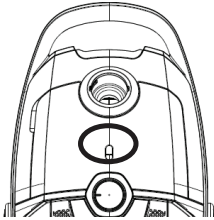

Рис. 8
Замініть мішок для пилу, коли індикатор його заповнення (6) загориться червоним або всмоктування стане слабшим (рис. 8).